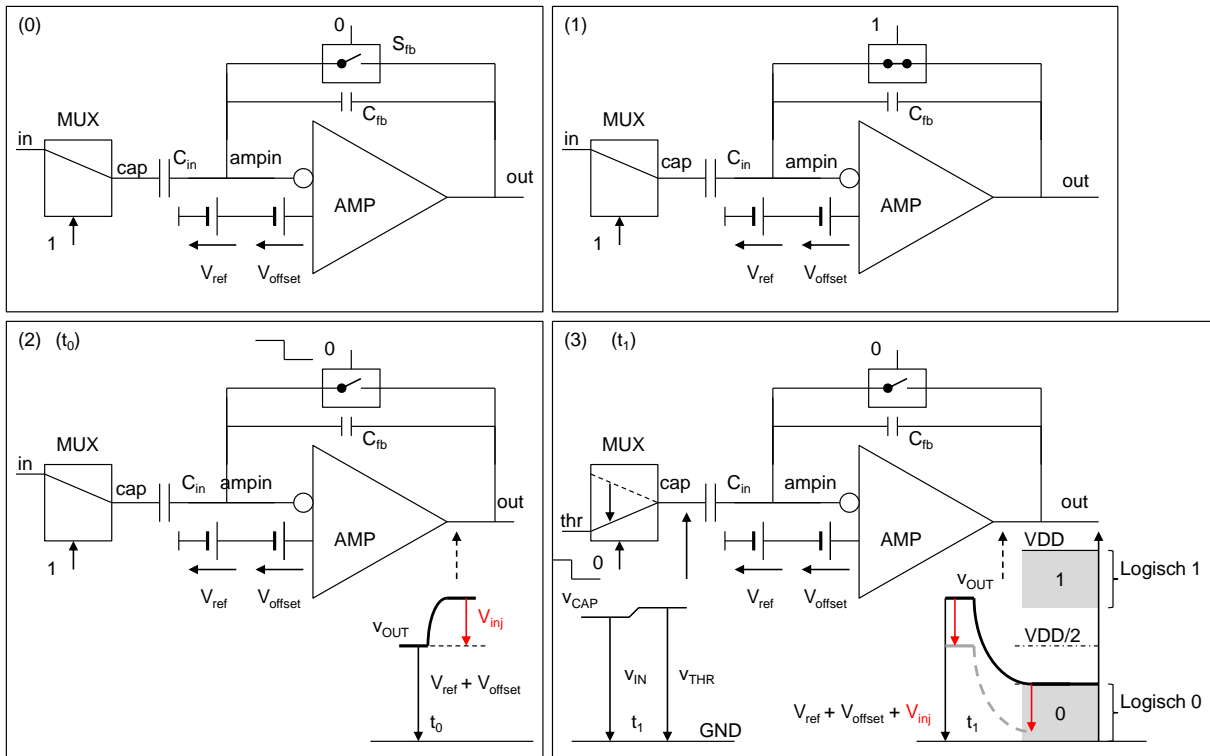

Abbildung 35: Getakteter Komparator – Einfluss von Ladungsinjektion
Die Ladungsinjektion vom Schalter S_{fb} kann das Ergebnis beeinflussen. Abbildung 35 zeigt das.
Wegen der Ladungsinjektion, steigt nach dem Öffnen von S_{fb} ($t = t_0$) (Abbildung 35 (2)) v_{OUT} auf
Nach dem Umschalten von track von 1 auf 0 ($t = t_1$) (Abbildung 35 (3)) wird die Ausgangsspannung: